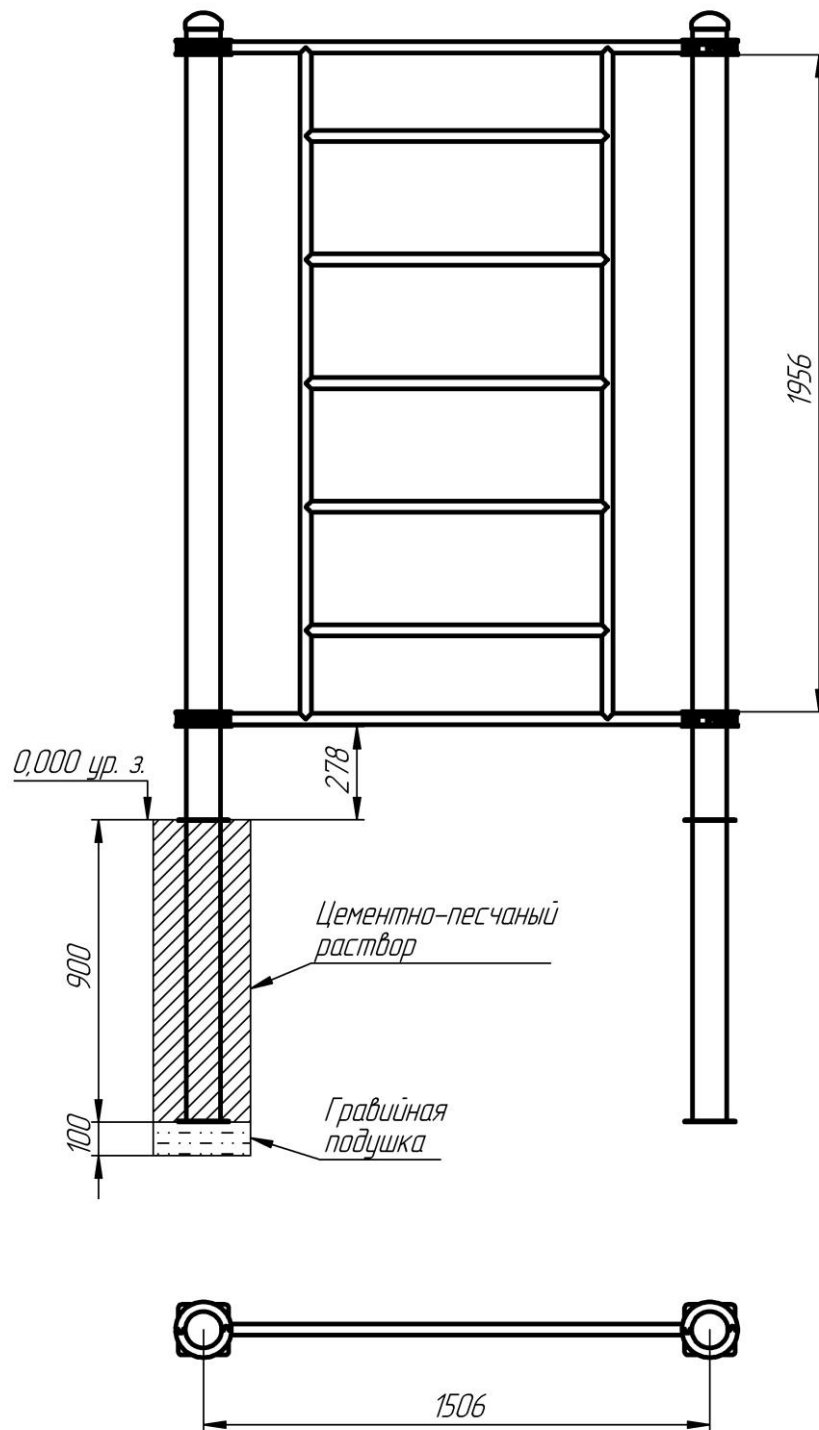

Рис. 4
- 8.3.1. Устойчивость Изделия достигается при помощи бетонирования части конструкции (см. рис. 4). На месте установки подготавливаются углубления диаметром 220 мм, глубиной 1000 мм в количестве 2 штук. На дно углублений засыпается гравийная подушка высотой 100 мм и утрамбовывается. Далее устанавливаются столбы на глубину 900 мм. После столбы заливаются цементно-песчаным раствором (типа бетон), параллельно контролируя вертикальность состояния заливаемых элементов. После окончательного застывания цементно-песчаной основы, на столбы навешиваются комплектующие при помощи хомутов (рис.4). Использование Изделия возможно исключительно после застывания бетонизирующей смеси (ориентируйтесь на сроки застывания цементно-песчаного раствора минимум 72 часа (согласно строительным нормам), а полного затвердевания сроком от 30 суток).